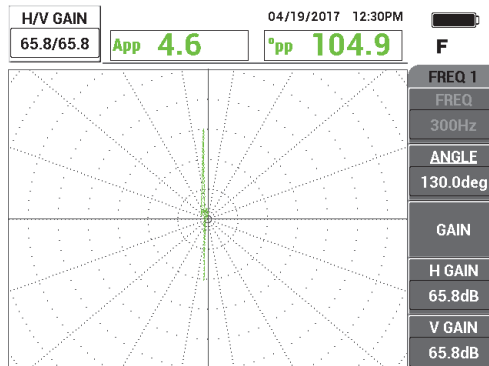

図 5-227 ゲインの調整
4. ゲインキーを押し (**dB**)、必ず信号が約垂直 6 区分の高さになるまでゲインを増やします (291 ページの図 5-227 参照)。